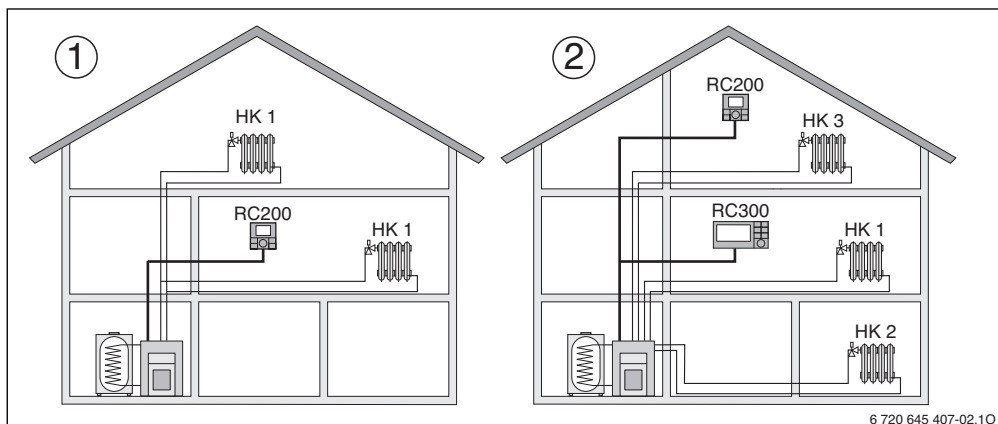

Bild 1 Beispiel für Heizungsanlage mit einem Heizkreis oder mit zwei Heizkreisen
- Als **Regler** für Heizungsanlagen mit einem gemischten oder ungemischten Heizkreis und Warmwasserbereitung (→ Bild 1, [1]). Die Warmwasserbereitung kann auch durch eine Solaranlage unterstützt werden. Die Bedieneinheit wird in einem geeigneten Wohnraum montiert. Die Regelung der Raumtemperatur kann in Abhängigkeit von der Erwärmung des Wohnraumes durch solare Einstrahlung optimiert werden (nur bei außentemperaturgeführter Regelung).
- Als **Fernbedienung** in Anlagen mit einer übergeordneten Bedieneinheit RC300. Die Bedieneinheit RC300 mit maximal vier Heizkreisen wird dabei im Wohnraum oder am Wärmeerzeuger montiert und regelt die direkt zugeordneten Heizkreise (z. B. der Hauptwohnung und des Untergeschosses). Die RC200 erfasst die Raumtemperatur in einer Wohneinheit (z. B. im Dachgeschoss) und regelt diesen einen Heizkreis (→ Bild 1, [2]).